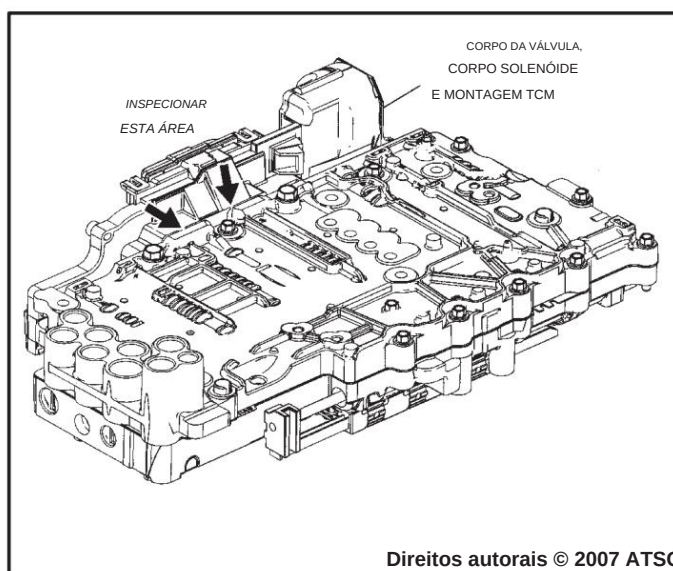

Figura 150
32. Inspeção a área de contato entre a área do “dissipador de calor” do conjunto do corpo do solenóide/TCM e o conjunto do corpo da válvula, conforme mostrado na Figura 150.